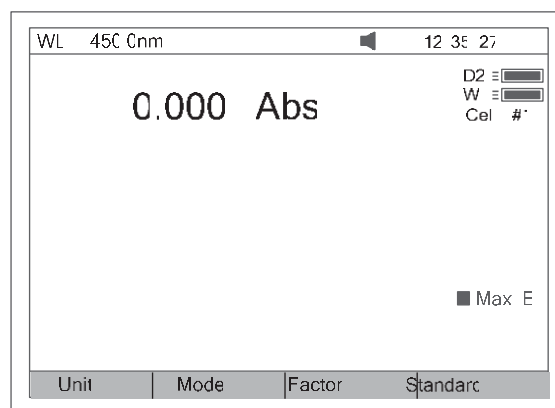

Fig 11
- Pulse **ENTER** para cambiar la λ de 656.1nm a 450.0nm y a continuación ajuste el blanco; tras el ajuste la pantalla aparecerá como la Fig 11.